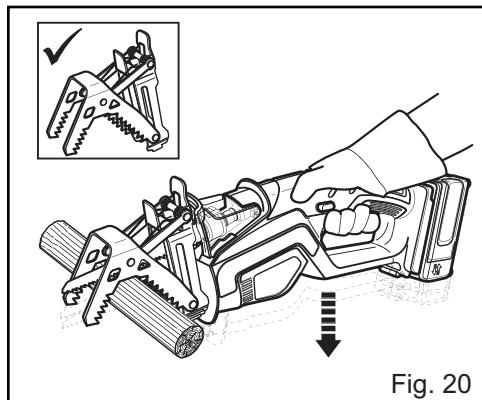

Fig. 20
- Faites lentement descendre la lame dans la pièce à travailler en appuyant légèrement dessus vers le bas (Fig. 20).